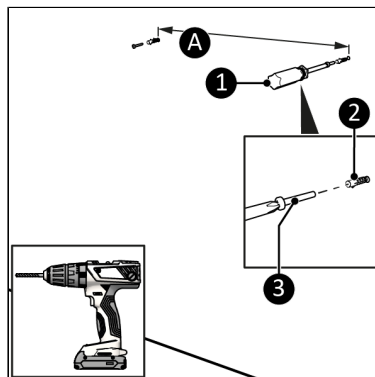

Figure 60.
8. Percez deux trous à environ 160 mm l'un de l'autre (Figure 60, pos. A). Et avec une distance minimale du sol de :
9. Insérez des chevilles murales (Figure 60, pos. 2).
10. Vissez deux grandes vis (Figure 60, pos. 3) au support mural à l'aide d'un tournevis Phillips (Figure 60, pos. 1). Laissez les vis dépasser de quelques millimètres du mur.